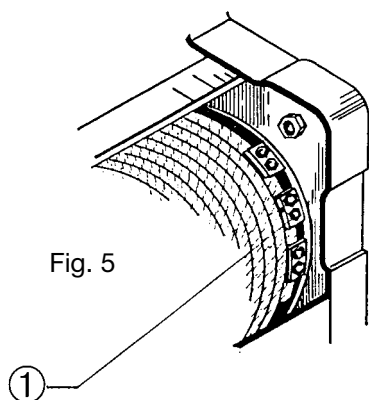

Fig. 5
Para el desmontaje del cable: extraer la cuña extremo fijo (Fig. 4), después quitar el extremo del cable de la abrazadera y extraer el cable de las poleas del motón y del posible reenvío. Desenrollar completamente el cable del tambor pulsando el botón "descenso" del teclado de mando, hasta el extremo del tambor. Aflojar los cables de fijación de las abrazaderas del cable (Fig. 5).
Montaje del cable nuevo: introducir el cable en la última abrazadera de fijación sacando aproximadamente 40 mm el extremo del cable; apretar los tornillos de la abrazadera (Fig. 5 - pos. 1) apretando el cable hasta que quede aplastado y fijar las demás abrazaderas. Pulsar el botón de subida del teclado de mando y, manteniendo el cable tenso, enrollarlo hasta la mitad del tambor para permitir el montaje de la anilla de guía de cable correspondiente.